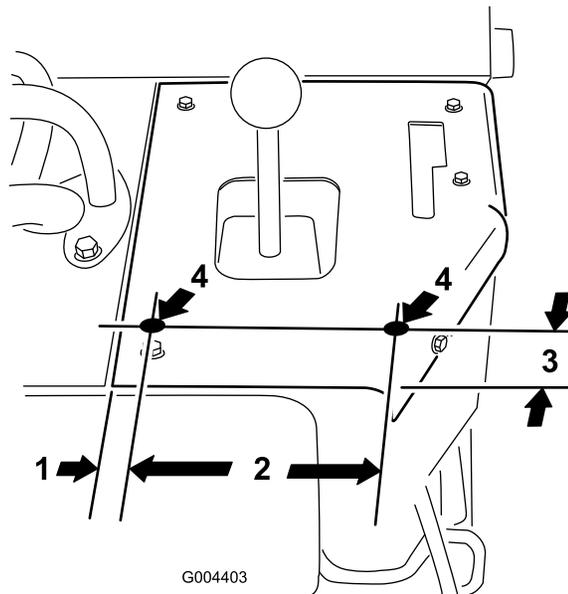

Figure 8
2. Repérez et percez 2 trous (3/8" de diamètre) sur le panneau de commande, sous le levier des bras de chargeuse, comme illustré à la Figure 8.